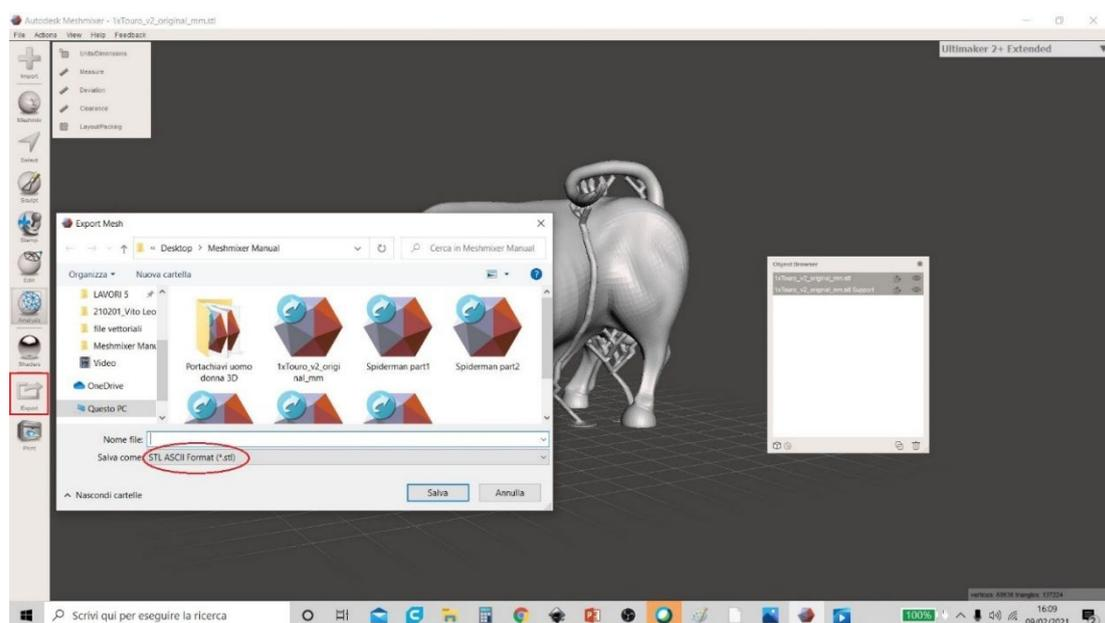

Figura 36 Meshmixer
11. Para guardar ambos modelos, selecciónelos juntos (como se muestra en la Figura 36 Meshmixer) y haga clic en el menú "Exportar". Por defecto, la extensión utilizada por Meshmixer es ". STL ". Cambie el nombre del modelo que acaba de crear y haga clic en "Guardar".